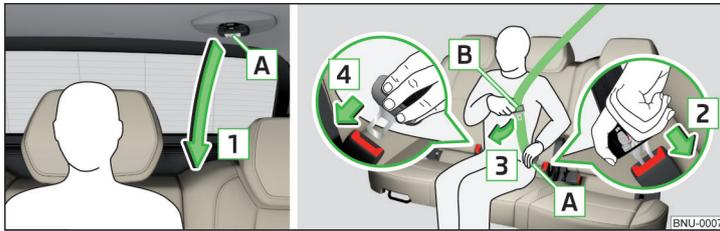

Abb. 19 Sicherheitsgurt auf dem mittleren VarioFlex-Sitz anlegen/ablegen
- › Den Gurt an der Schlosszunge A » Abb. 19 langsam nach unten in Pfeilrichtung 1 ziehen.
- › Die Schlosszunge A » Abb. 19 fassen und die rote Taste im Gurtschloss drücken, die Schlosszunge springt heraus.